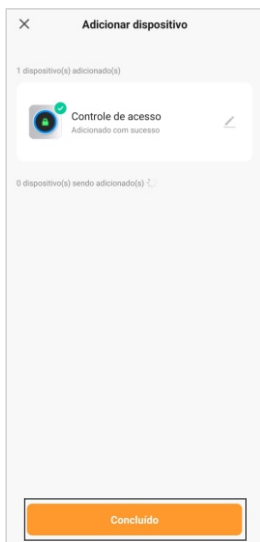

Figura 10
7. Na próxima tela, ao finalizar o processo (figura 10), basta selecionar a opção **“Concluído”** (figura 10), e pronto, a sua fechadura já está sincronizada a sua conta e somente você ou as contas a quem compartilhar, terão acesso a mesma através do aplicativo **“AGL Home”**.